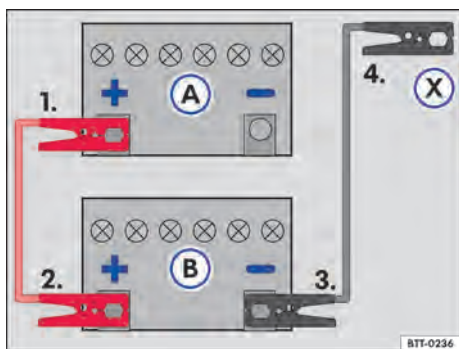

Fig. 166 Esquema para a conexão dos cabos auxiliares de partida: bateria do veículo descarregada (A) e bateria do veículo fornecedora de corrente (B).
Legenda para → Fig. 166:
- Conectar uma extremidade do cabo auxiliar de partida *vermelho* ao polo positivo → Fig. 166 (+) do veículo com a bateria do veículo descarregado (A) → ⚠.
- Conectar a outra extremidade do cabo auxiliar de partida *vermelho* ao polo positivo (+) da bateria do veículo fornecedora de corrente (B).
- Conectar uma extremidade do cabo auxiliar de partida *preto* ao polo negativo (-) da bateria do veículo fornecedora de corrente (B).
- Conectar a outra extremidade do cabo auxiliar de partida *preto* (X) no veículo com a bateria do veículo descarregada em uma peça maciça de metal aparafusada firmemente ao bloco do motor ou no próprio bloco do motor - porém não nas proximidades da bateria (A) → ⚠.